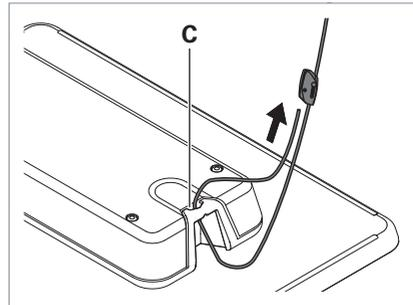

Fig. 3: Vaijerin kiinnitys valaisimeen.
- ▶ Työnnä vaijeri valaisimen uran **C** läpi, katso Fig. 3.
- ▶ Työnnä vaijeri vaijeripidikkeen toisen silmukan läpi, katso Fig. 3.